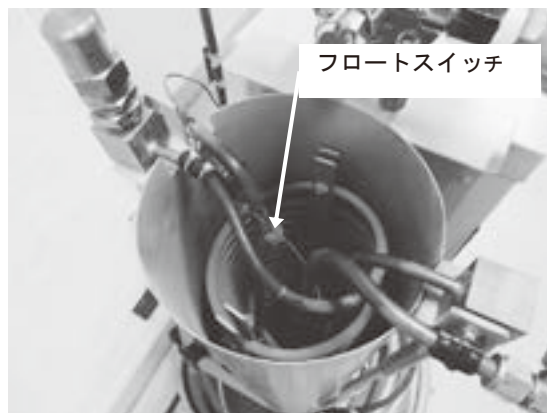

図7 気化器のフロートスイッチの位置(企画課作成)
- ① 気化器の温水槽の蓋を開け、水をフロートスイッチに届くまで入れる。このとき、フロートスイッチより水位が下がると漏電ブレーカーが作動し、ヒーターが切れるので注意すること(図7)。投入ホースを気化器に差し込み、ホースバンドでしっかりとめる。